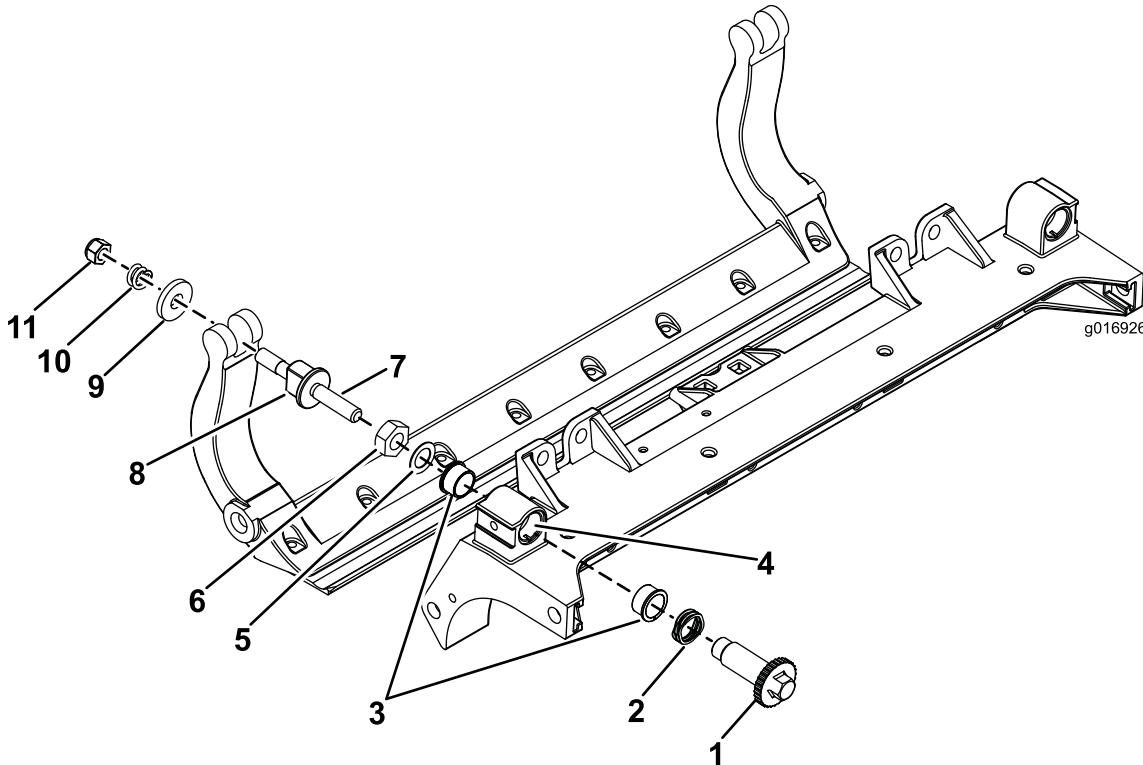

Figura 34
- Rimuovete tutti i componenti (fate riferimento alle *Istruzioni per l'installazione* del kit DPA HD Modello N. 120-7230 e a Figura 34).
- Applicate del lubrificante Never Seize all'interno dell'elemento in cui vanno montate le boccole, sul telaio centrale dell'apparato di taglio (Figura 34).
- Allineate le chiavette sulle boccole flangiate alle scanalature sul telaio e montate le boccole (Figura 34).
- Montate una rondella ondulata sull'albero del dispositivo di regolazione e inserite l'albero all'interno delle boccole flangiate sul telaio dell'apparato di taglio (Figura 34).
- Fissate l'albero del dispositivo di regolazione con una rondella piana e un dado di bloccaggio (Figura 34). Serrate il dado di bloccaggio a una coppia di 20-27 Nm.
12. Posizionate una rondella in acciaio all'esterno di ciascuna rondella in nylon (Figura 34).
13. Serrate il dado su ciascun gruppo di regolazione della barra di appoggio fino a comprimere completamente la molla di compressione, quindi allentate il dado di 1/2 giro (Figura 34).